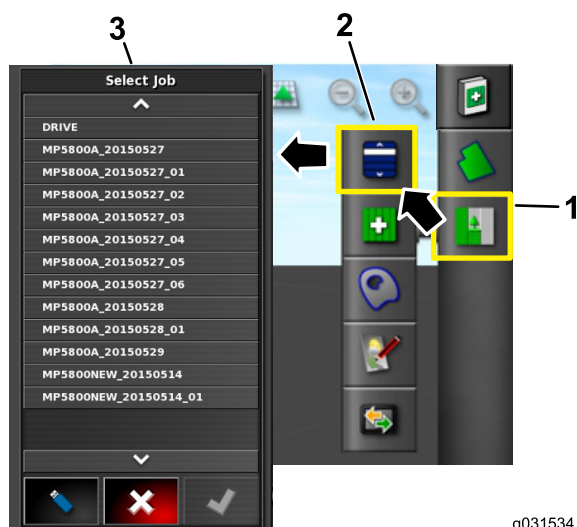

Figura 17
7. Selecione o ícone do menu de trabalhos (Figura 17).
8. Selecione o trabalho existente (Figura 17).